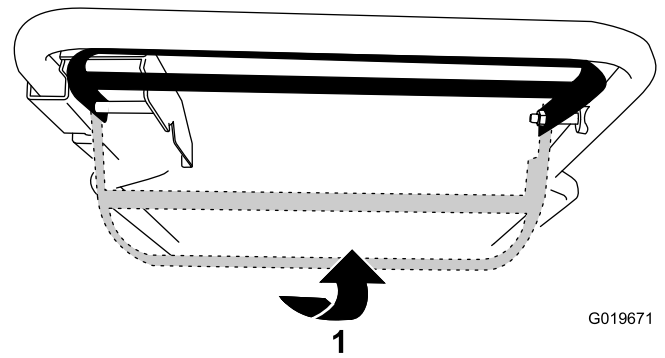

Рисунок 19
- Для включения самоходного привода без включения ножей поднимите штангу управления до уровня рукоятки (Рисунок 19).
- Для включения самоходного привода и ножей сдвиньте штангу управления до упора вправо и поднимите ее до уровня рукоятки (Рисунок 19).